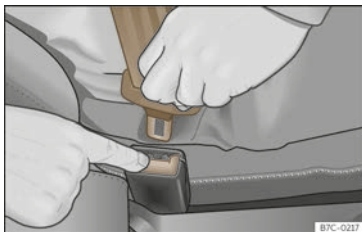

Abb. 23 Schlosszunge vom Gurtschloss lösen.
- Rote Taste im Gurtschloss drücken >>> (Abb. 23). Die Schlosszunge springt heraus.